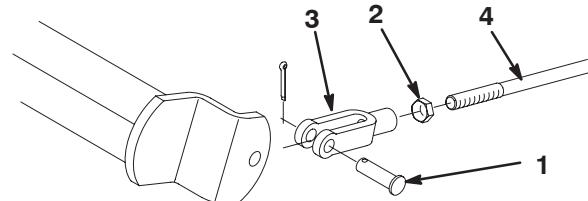

Figure 51
2. Desserrez l'écrou de blocage et réglez la chape comme il convient (Fig. 51).
3. Montez la chape sur l'arbre de frein (Fig. 51).